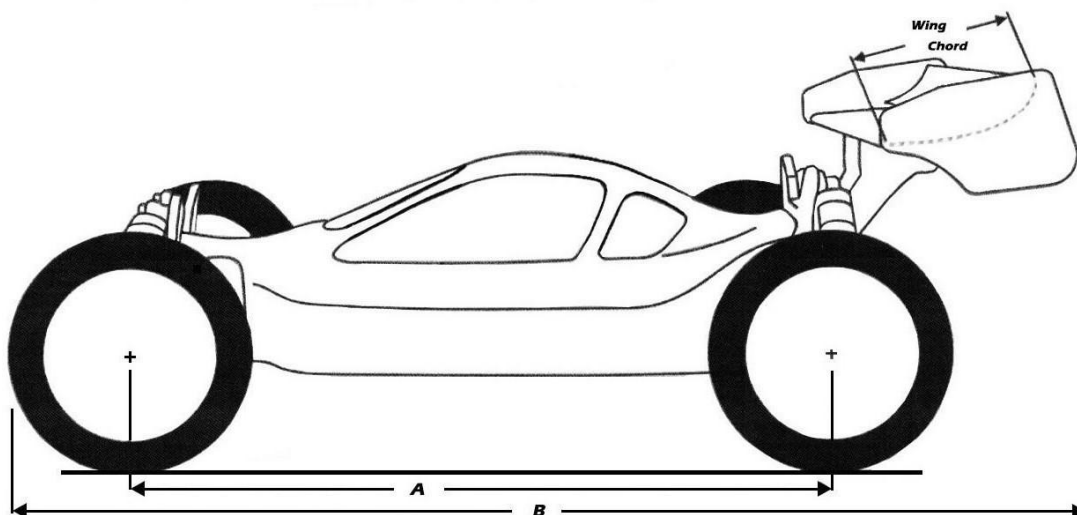

Figura 9 : Dimensioni 1/8 BRUSHLESS
6.1.4 Dimensioni (vedi figura 9 sopra)